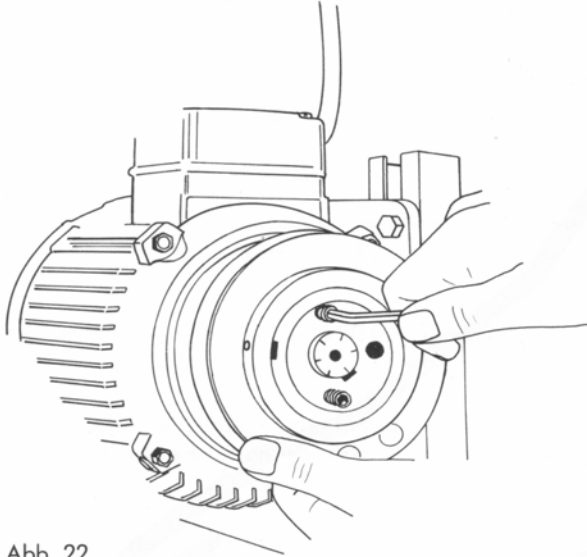

Abb. 22
- Innen-Sechskantschrauben herausdrehen (Abb. 22).